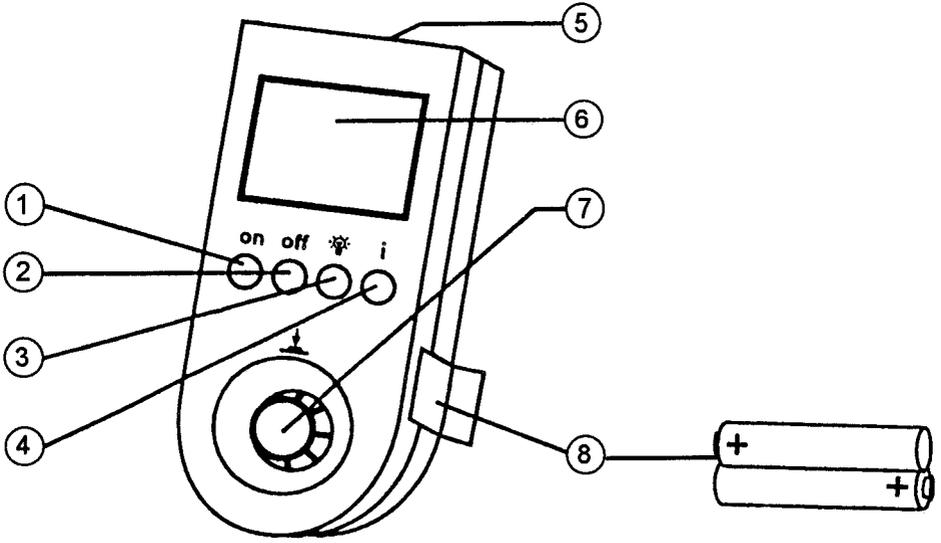
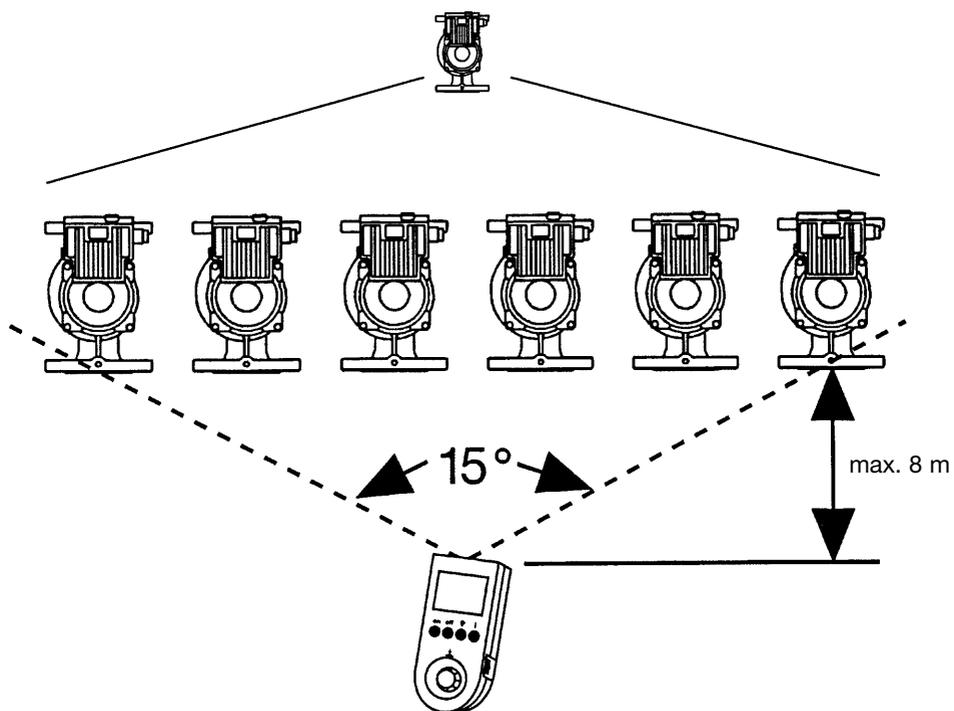

Fig. 1
Fig. 3
4.1 Description du moniteur IR (Fig. 1)
- **Affichage:** (Fig. 1, pos. ⑥). Définition de l'image: 128 x 128 pixels, capacité graphique, affichage de symboles définis, éclairage du fond lumineux commutable (Fig. 1, pos. ③).
- **Alimentation:** 2 piles (Fig. 1, pos. ⑧), 1,5 V chacune. Lorsque les piles sont vides, l'appareil émet un signal sonore d'avertissement. L'affichage indiquera également «Piles usées». L'usure des piles est préservée car le moniteur s'éteint automatiquement s'il ne reçoit plus aucune commande au bout d'un certain temps de réglable.
Sur la partie frontale du moniteur se trouve le **zone infrarouge** (Fig. 1, pos. ⑥), zone d'émission et de réception qui doit être dirigée vers la pompe avec laquelle on souhaite communiquer. Les angles d'ouverture du pavillon d'émission et de réception du moniteur et des modules de pompe sont représentés à la figure 3 et doivent être respectés
Appuyer sur la **touche «ON»** (Fig. 1, pos. ①); le **menu de démarrage** (v. tableau II), avec le logo WILO et l'adresse de l'exploitant, apparaît sur l'affichage.
La **touche «Off»** (Fig. 1, pos. ②) permet d'éteindre le moniteur.
La **touche**  (Fig. 1, pos. ③) permet d'allumer ou d'éteindre le fond lumineux.
En appuyant sur la **touche «I»** (Fig. 1, pos. ④) on accède au menu d'aide.
Le **bouton de réglage manuel** (Fig. 1, pos. ⑦) commande le menu. La zone sélectionnée apparaît en blanc sur fond noir dans les menus. En appuyant sur le bouton de réglage (clic), l'ordre de la zone sélectionnée est validé. En tournant le bouton de réglage, on passe d'une zone à l'autre située dans un même menu (vers la droite pour avancer, vers la gauche pour reculer); on peut alors la sélectionner. Si une flèche apparaît à l'extrémité supérieure ou inférieure des données affichées, cela signifie que d'autres informations sont disponibles. Celles-ci peuvent être consultées en tournant le bouton de commande. Tant que l'on n'appuie pas sur le bouton de réglage, la zone sélectionnée ne sera pas validée.